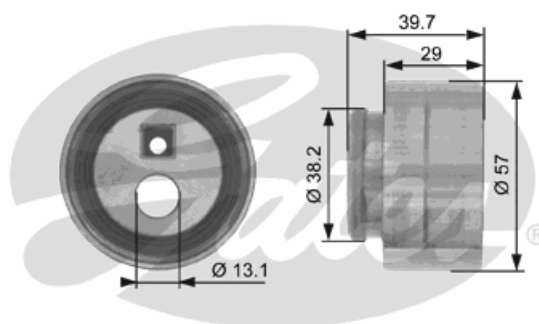

Fig. 1 Tendeur manuel (K025468XS)
Le kit K025468XS se monte sur les moteurs PSA **2.0** 16V et comporte le galet tendeur manuel original (OE ref. 082935, 9622574480. Gates ref. T41258). Voir Fig. 1.